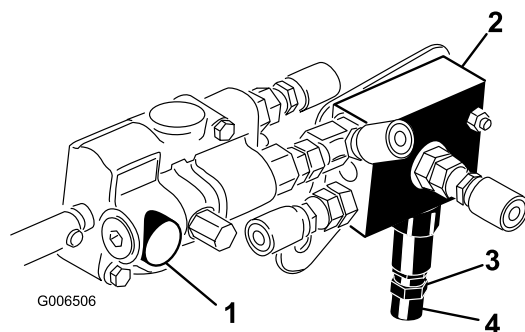

Bild 13
3. Lösen Sie die Klemmmutter unten am Gegengewichtventil (Bild 13). Das Ventil befindet sich an der rechten Seite der Maschine.